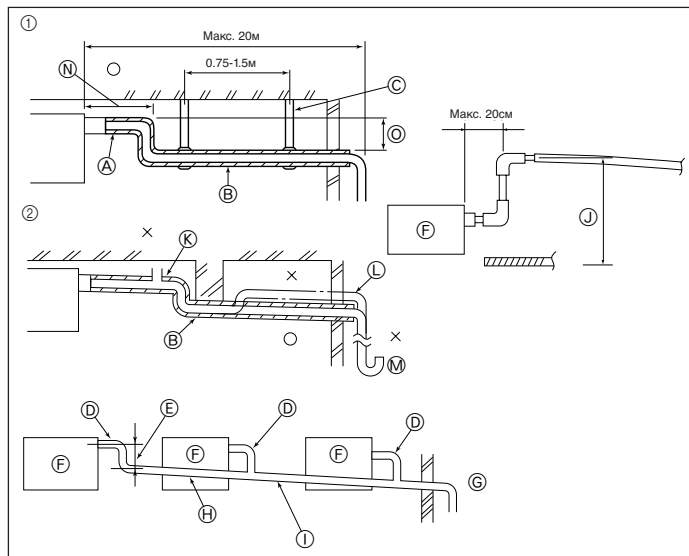

Fig. 3-4
- Закрепите кожух трубы ③ с обоих концов (15-20 мм) поставленными лентами ④.
- В Лента ④
- Г Кожух трубы ③
3.3. Дренажные трубы (Fig. 3-4)
- ① Правильное соединение труб
- ② Неправильное соединение труб